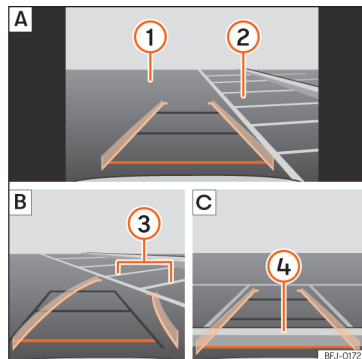

Abb. 204 Anzeige auf dem Bildschirm des Infotainment-Systems: einparken mit dem Rückfahrasistenten.
Legende zu **Abb. 204**:
- Bringen Sie das Fahrzeug vor die Parklücke » **Abb. 204**  **A**.